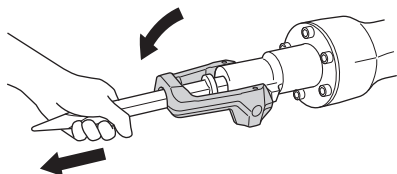

Fig. 4
- (3) Fije el accesorio en su lugar poniendo el retén en la posición de fijación. Para comprobar si ha quedado adecuadamente montada, tire del mismo. (Fig. 4)